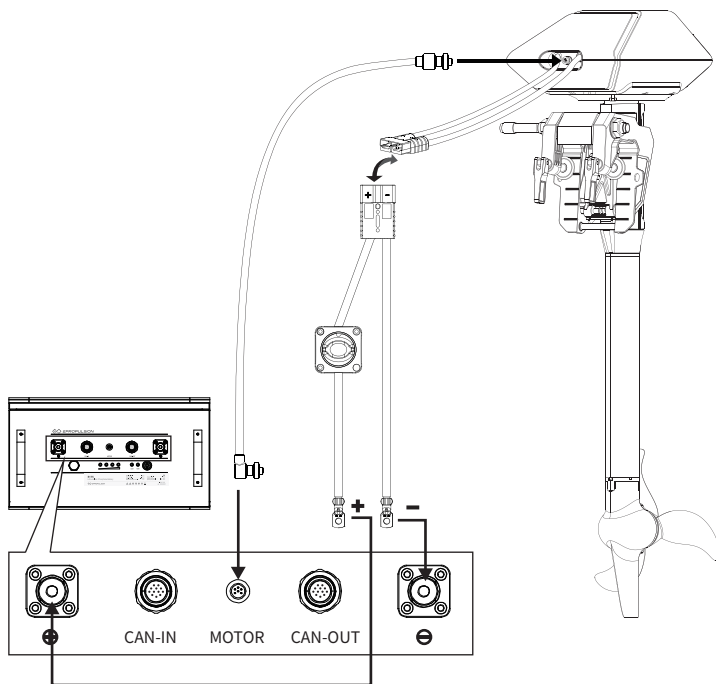

Abbildung 2-1
2. Bei Verbindung mit dem ePropulsion-Außenbordmotor verwenden Sie zum Verbinden der Maschine mit der Batterie bitte das Verbindungskabel (separat erhältlich), um den Zustand der Batterie zu prüfen (siehe Abbildung 2-1).